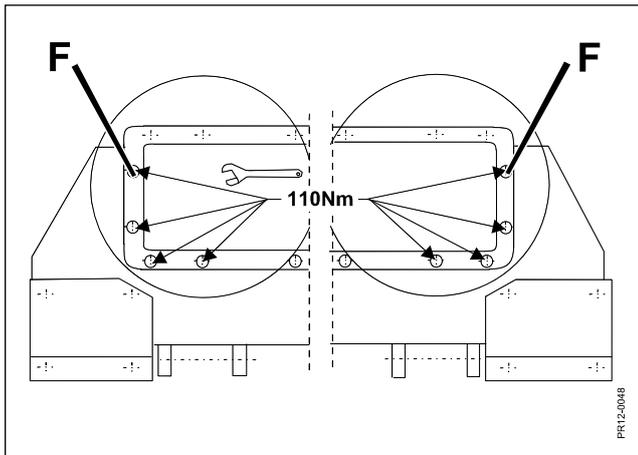

Fig. 5-4
- Fig. 5-4** Um schädliche Vibrationen in der Schneideinheit zu vermeiden soll der Mähbalken korrekt befestigt sein. Die 4 Bolzen **F** an jeder Seite mit dem Anziehdrehmoment 110 Nm (11 Kpm) anziehen.